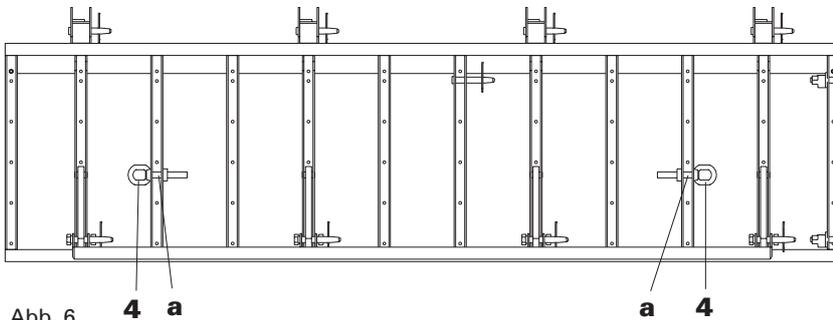

Abb. 6
4. Ringschrauben **4** herausdrehen und in den Bohrungen **a** wieder befestigen. Abb. 6